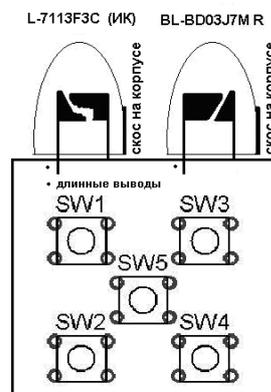

Рис.4. пульт ДУ
- в пульте используются два светодиода: инфракрасный (D1) и индикаторный красного свечения (D2). Внешне они почти одинаковы, однако их можно различить и установить на печатную плату согласно рис. 4. Для справки: выводы анодов этих светодиодов длиннее, они соединяются вместе согласно рис.5.;